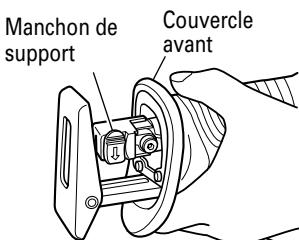

Fig. 5
- (1) Actionner la gâchette plusieurs fois de suite de façon que le levier sorte complètement du couvercle avant. Ensuite, couper l'interrupteur et sortir la batterie. (Fig. 5)
- (1) Actionner la gâchette plusieurs fois de suite de façon que le levier sorte complètement du couvercle avant. Ensuite, couper l'interrupteur et sortir la batterie. (Fig. 5.)
- Ne pas retirer le couvercle avant (voir la Fig. 5). Bien tenir le corps de l'outil par le haut du couvercle avant.